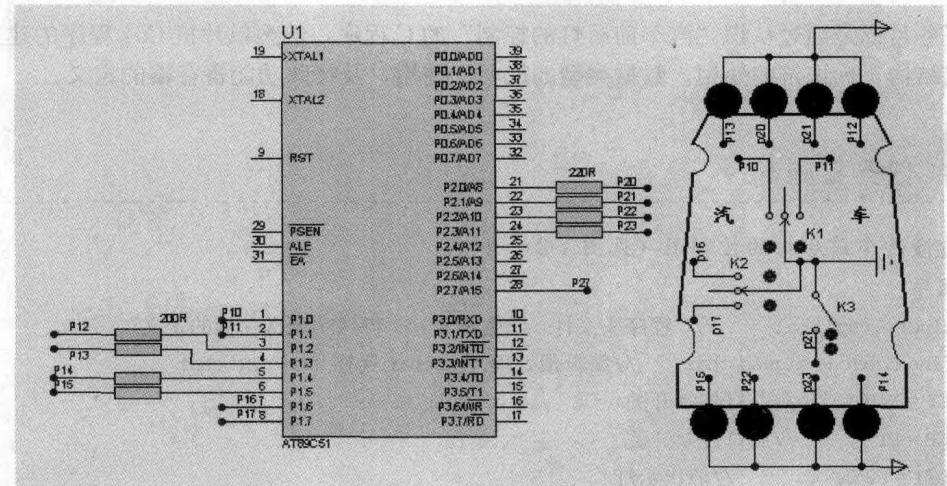

图 1-1 汽车灯的控制
(1) 发光二极管是常用的输出指示器件，通常用于系统的运行状态及数据信息。如图 1-1 所示
(1) 在 PROTOUES 环境下打开光盘中的“项目一”文件夹中的“P1.DSN”文件，进入如图 1-1 所示的界面。
(2) 单击界面左下方播放器的“Play”按钮，然后分别拨动开关 K1、K2 和 K3，仔细观察电路图及运行结果，记录所看到的运行过程。
- (3) 如何才能实现汽车灯的控制呢？